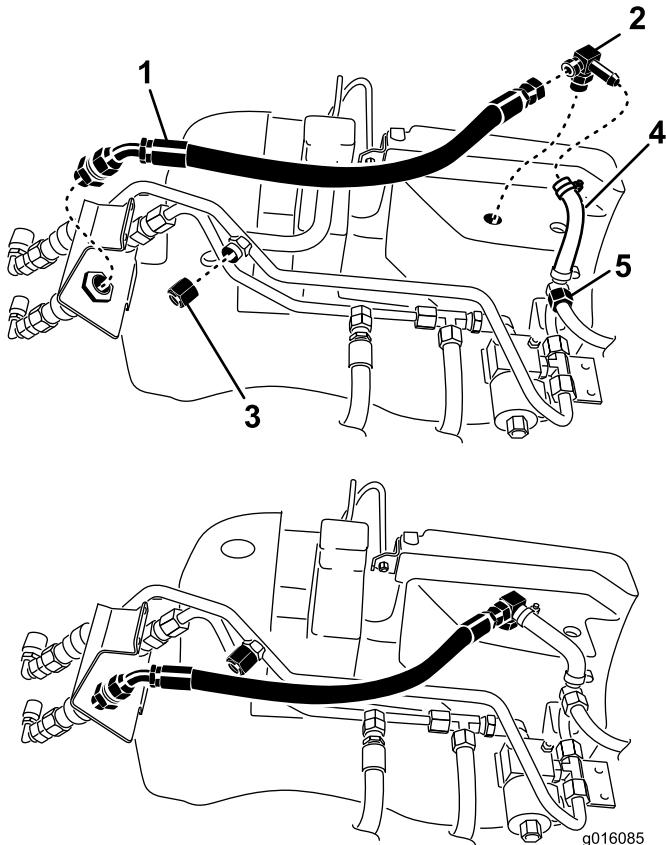

Figura 9
- Instale el nuevo acoplamiento en T pequeño del depósito hidráulico. Posicione el acoplamiento según se muestra en Figura 9.
- Conecte la manguera pequeña moldeada al nuevo acoplamiento en T y al tubo hidráulico pequeño con las abrazaderas que se retiraron anteriormente (Figura 9).
- Instale el tapón en el orificio de la línea hidráulica (Figura 9).
- Instale provisionalmente la manguera hidráulica nueva en el acoplamiento y en el pequeño acoplamiento en T (Figura 9).